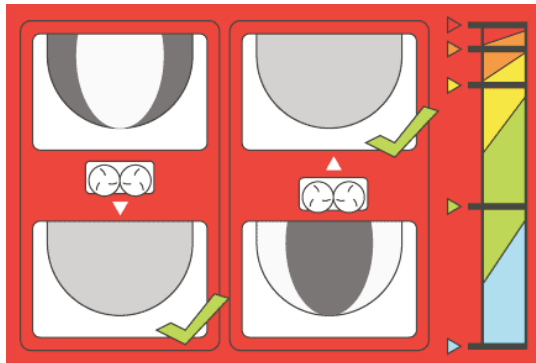

Figure 41
Pour y remédier, le **réglage de la base** comprend une illustration indiquant le repositionnement correct de la base (Figure 41).
**Remarque:** Les couleurs sur l'autocollant de la Figure 41 correspondent aux couleurs de l'autocollant principal (Figure 28).